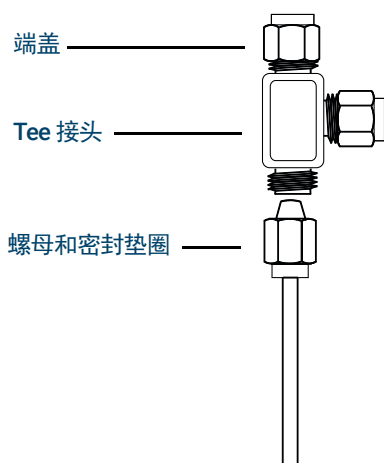

图 21. Swagelok Tee
- 1 在要安装 Tee 的位置切割管线。使用 Swagelok（接头套管）接头连接管线和 Tee。请参阅图 21。